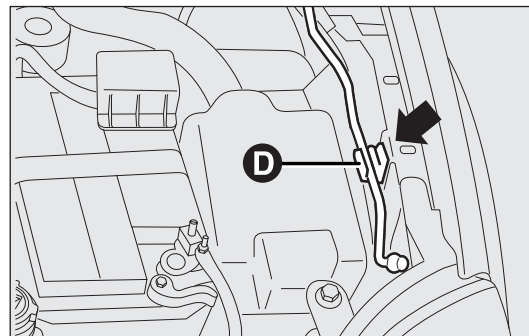
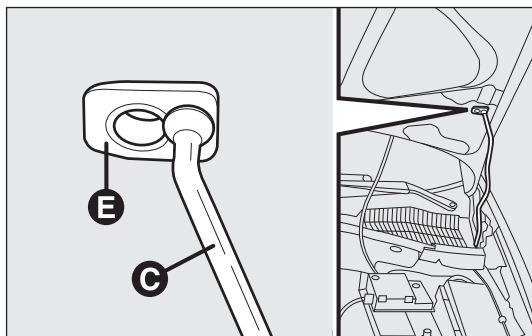

fig. 110
fig. 111
- sollevare il cofano e contemporaneamente liberare l'asta di sostegno D-fig. 110 dal proprio dispositivo di bloccaggio, quindi inserire l'estremità C-fig. 111 dell'asta nella sede E del cofano.
- ❑ tenere sollevato il cofano con una mano e con l'altra togliere l'asta C-fig. 111 dalla sede E e reinserirla nel proprio dispositivo di bloccaggio D-fig. 110;